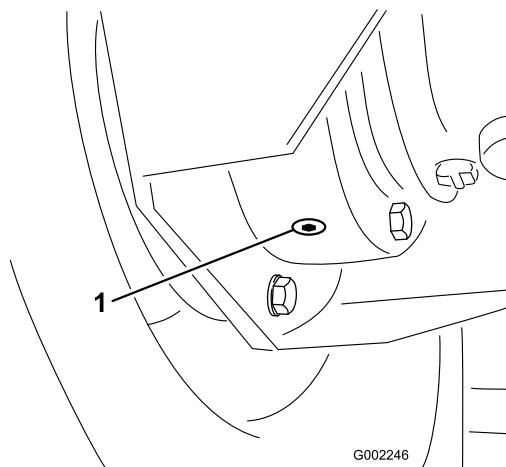

図 49
4. 内側のドレン・プラグの下に容器を置き、このプラグを外す (図 49)。